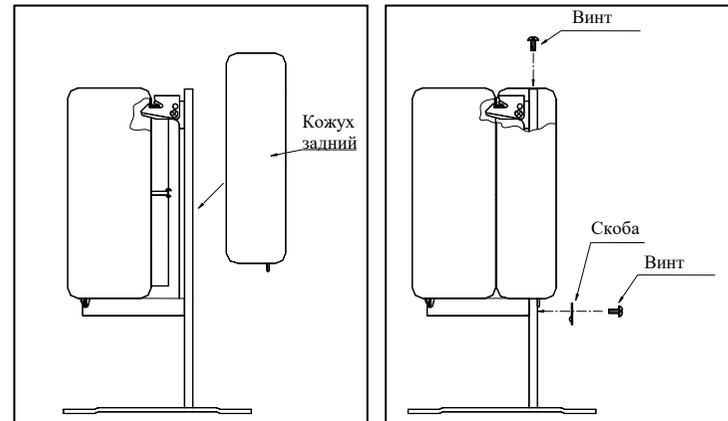

Рис. 5 Последовательность монтажа заднего кожуха конвектора РКОН
- 5.8. При монтаже конвектора напольного исполнения (РКОН) установить дополнительный кожух, закрепив его винтами и прижимными шайбами к кронштейнам в соответствии с рис. 5.